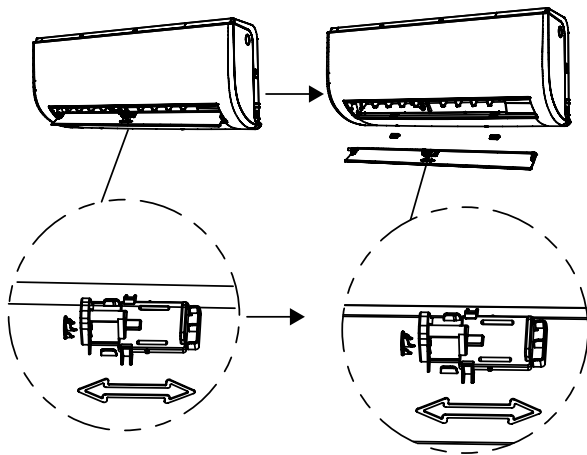

Рис. 10
2. Откройте и зафиксируйте положение панели. Сначала отвинтите два винта, показанных на рисунке ниже, затем откройте панель и зафиксируйте положение панели защелкой (см. Рис.10).